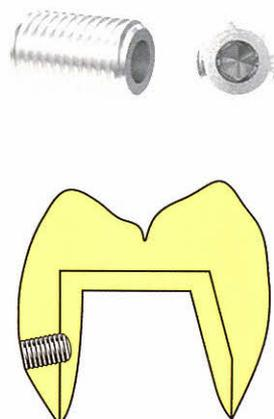

図1
- 3 外冠は内冠に対してパッシブフィットを達成してください。ピンスクリューは内冠の壁面に対して下方から上方に向かってやや傾斜するように設置してください。(図1)
- 内冠は図1のように平行面が必要です。ピンスクリューは必ずその平行面に取り付けられなければなりません。